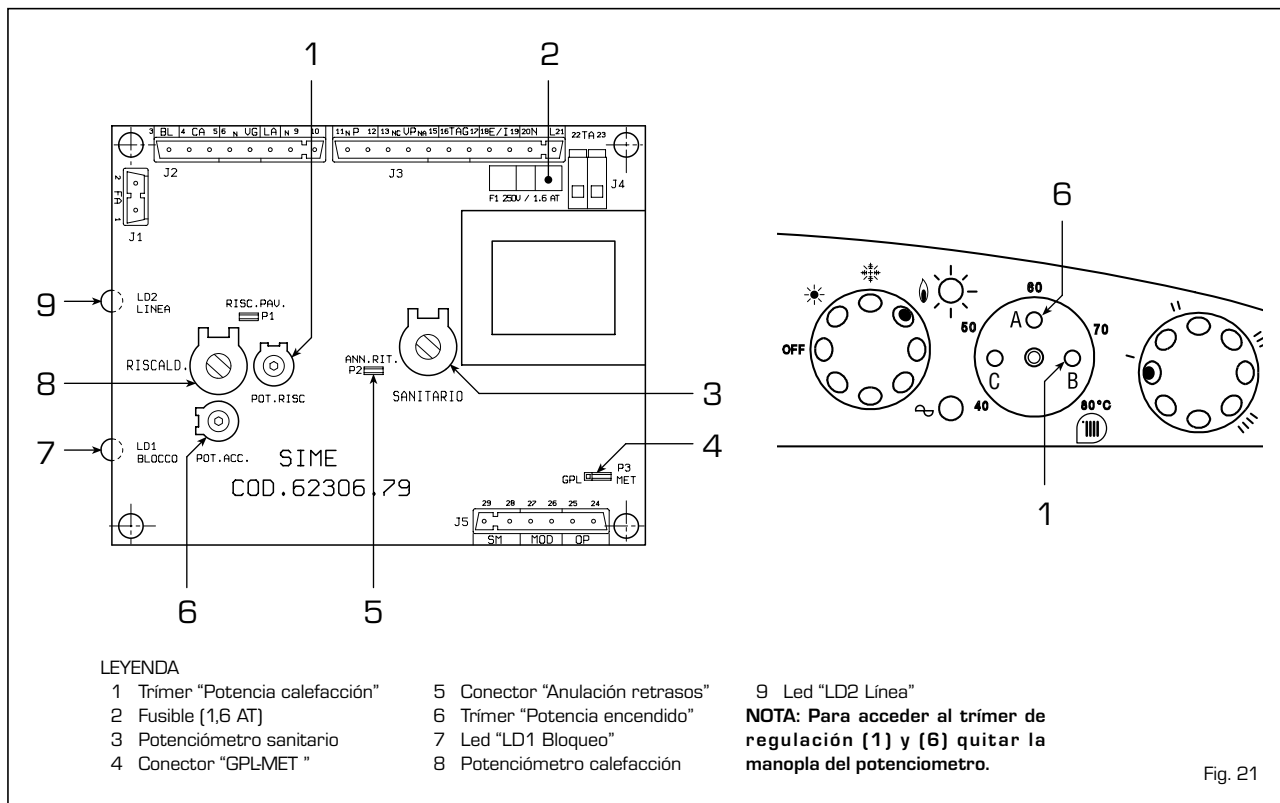

Fig. 21
El campo de regulación se encuentra entre 40 y 80°C. La potencia de calefacción puede variarse en función de las necesidades de la instalación regulando el trimer [1 fig. 21]. Al comenzar cada ciclo de trabajo, después del tiempo de encendido lento de aproximadamente 5 segundos, la caldera trabaja a la potencia de calefacción programada.
La ficha electrónica está provista de leds de control que señalan un funcionamiento irregular y/o no correcto de la caldera. Los leds se encuentran en la ficha y llevan las definiciones siguientes (fig. 21):
- Trimer "POT. RISC." [1 fig. 21]
- **Trimer "POT. ACC."** (6 fig. 21)
- **Conector "GPL-MET"** (4 fig. 21)
- **Conector "ANN. RIT."** (5 fig. 21)